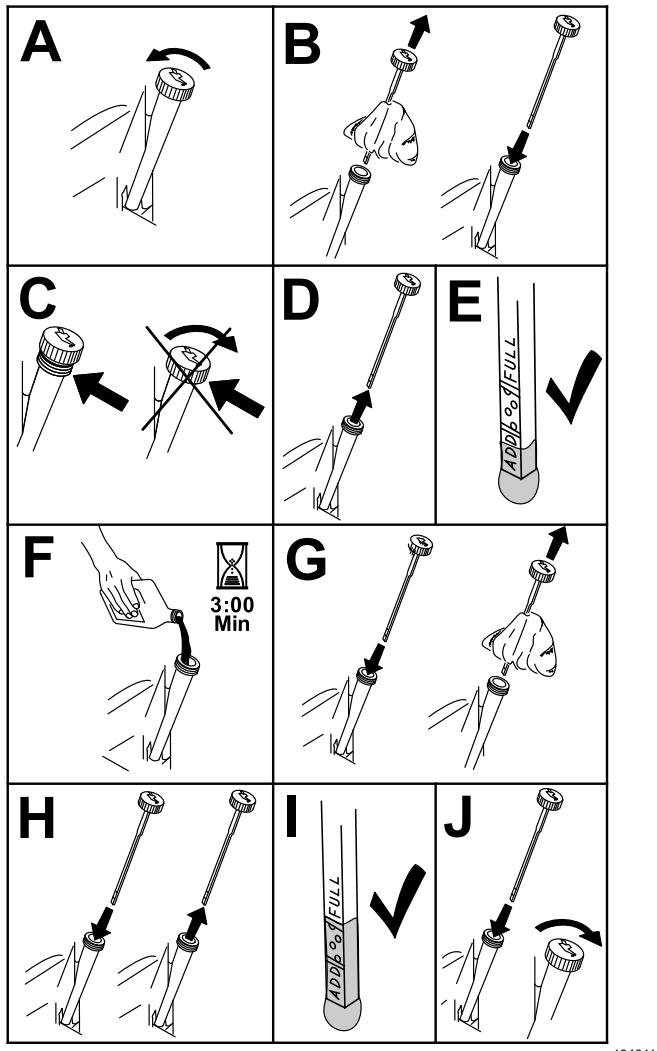

Figure 57
- Pour éviter de faire tomber de l'herbe, de la poussière, etc., dans le moteur, nettoyez la surface autour du bouchon de remplissage-jauge d'huile, avant de l'enlever (Figure 57).